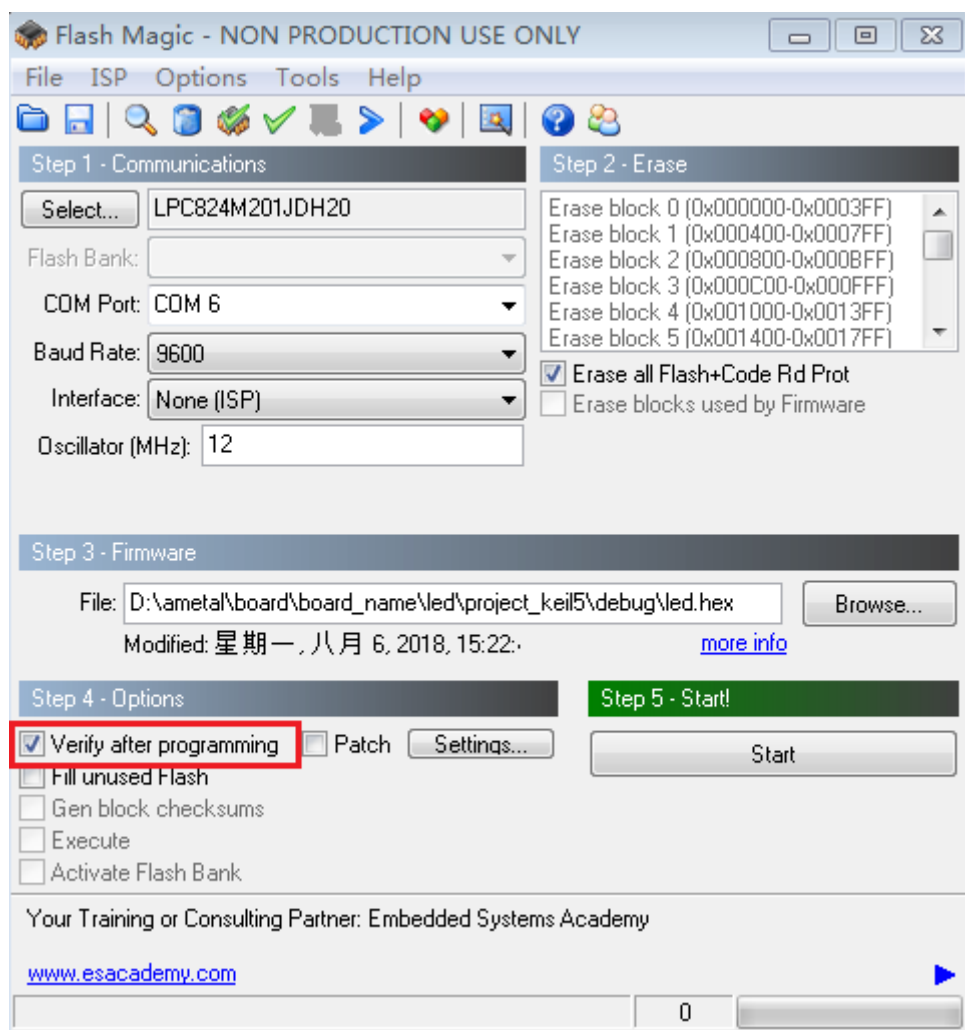

图 5.17 Flash Magic 设置 step4
**Fill unused Flash:** 设置填充未使用的 Flash, 无特殊要求无需勾选此项。具体设置如下图 5.17 所示。